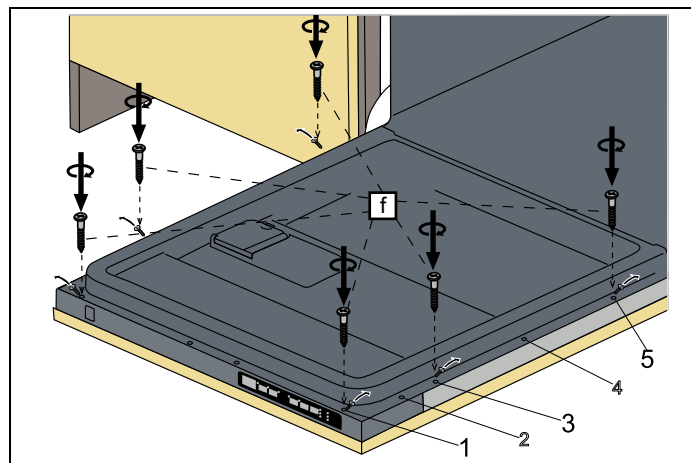

Fig. 22
- 6) Le viti situate sull'anta di legno si inseriscono nella lavastoviglie in corrispondenza dei fori situati sul pannello esterno dello sportello e si montano come indicato nella Fig. 22 .
- 7) Come mostrato nella Fig. 22 , le viti $\varnothing 5/32'' \times 53/32''$ ($\varnothing 4$ mm x 42,5 mm) sono installate nelle posizioni I, III e V.